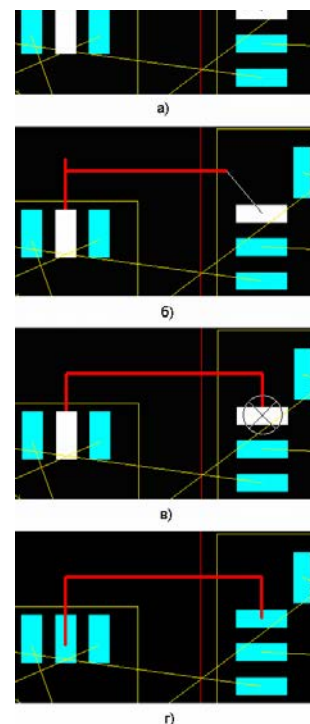

Рис. 2. Ручная трассировка проводника.
За указателем мыши потянется прокладываемый сегмент проводника (рис. 2а). Так как мы начали трассировать цепь с контактной площадки SMD компонента, расположенного на верхней стороне платы, то прокладываемый сегмент будет также располагаться на слое Component. По умолчанию, ширина проводника будет определяться опцией, выбранной в поле Width окна Routing Tool Options.
При наведении на центр контактной площадки система покажет специальный значок в виде кружка с прицелом и автоматически предложит оптимальное положение оставшихся сегментов цепи (рис. 2в).
8. Выполним щелчок левой кнопкой мыши и завершим рисование проводника (рис. 2г).